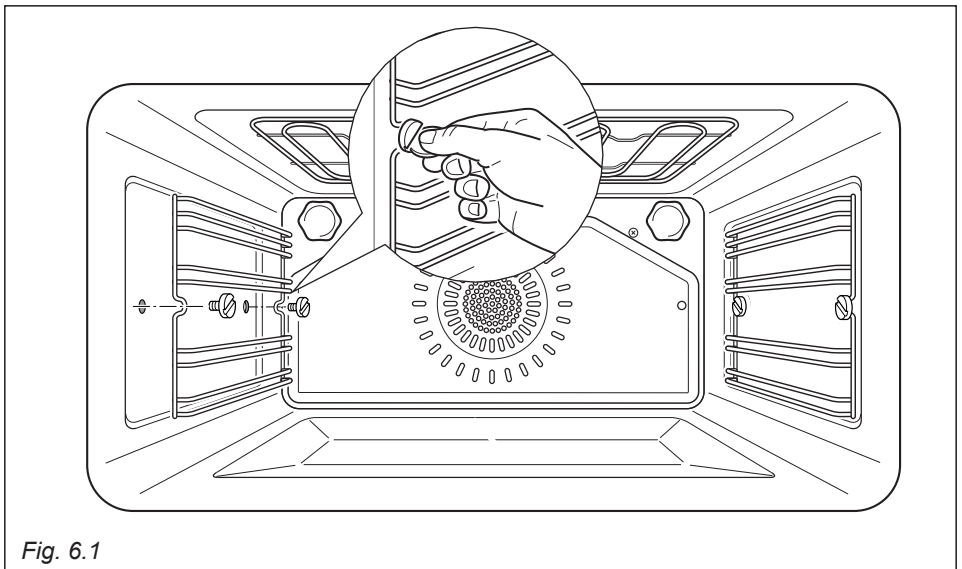

Fig. 6.1
- Monter ovnskinnene med de medfølgende skruene (Fig. 6.1).